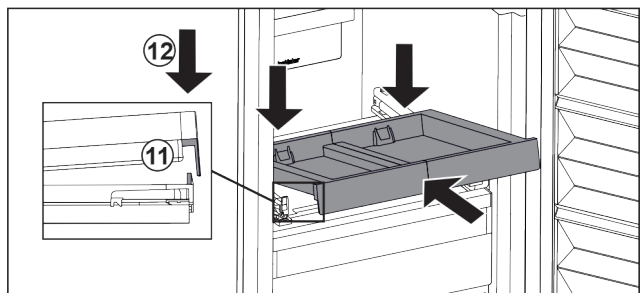

Fig. 93
- ▶ Työnnä sisään vinossa asennossa. Varmista samalla, että pysäytinvaste on molemmilla puolilla kielekkeen takana. Fig. 93 (11)
- ▶ Laske vetotaso edestä alas. Fig. 93 (12)